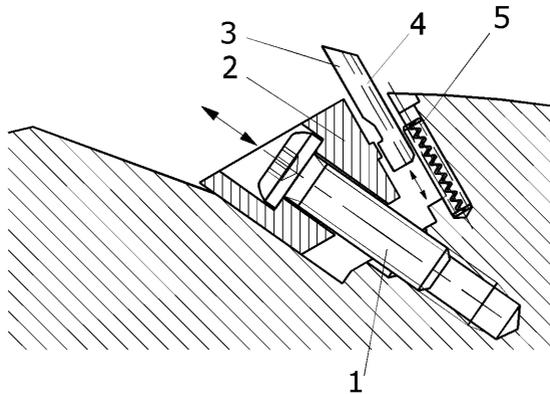

Abb. 6
(s. Abb. 6)
1. Schraube (1) mit Keilbacke (2) und passendem Schlüssel soweit einschrauben (ca. 3 Umdrehungen), bis die in Abb.6 dargestellte Position erreicht ist.